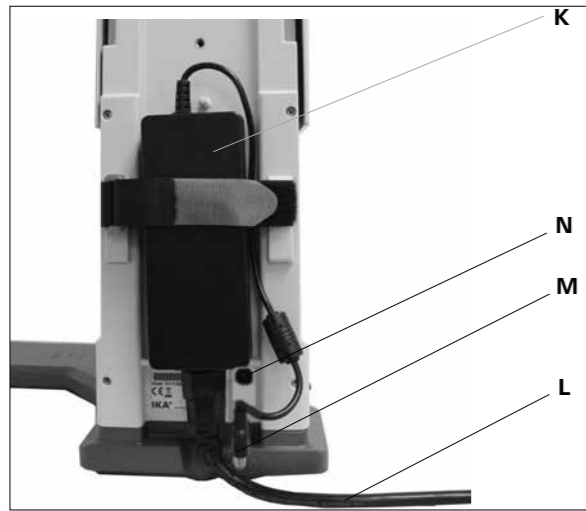

Fig. 9
3.) Befestigen des Schaltnetztes. (Fig. 9)
- Befestigen Sie das Schaltnetzteil (K) auf der Geräterückseite. Fixieren Sie es mit dem Klettverschluss, indem Sie beide Laschen über dem Netzteil zusammenziehen. Das Klettband darf nicht unter dem Schaltnetzteil liegen.
- Verbinden Sie den Niederspannungsstecker (M) mit der Anschlußbuchse (N). (Fig. 9)
- Stecken Sie das Netzkabel (L) in das Schaltnetzteil und verbinden Sie es mit der Spannungsquelle.